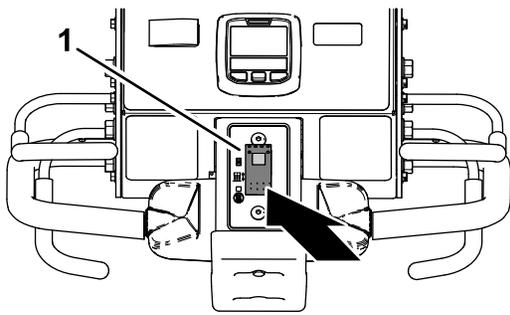

Рисунок 93
1. Нажмите нижнюю часть переключателя управления быстрым опусканием (Рисунок 93) в положение БЫСТРОГО ОПУСКАНИЯ БЕЗ ЗАДЕРЖКИ.